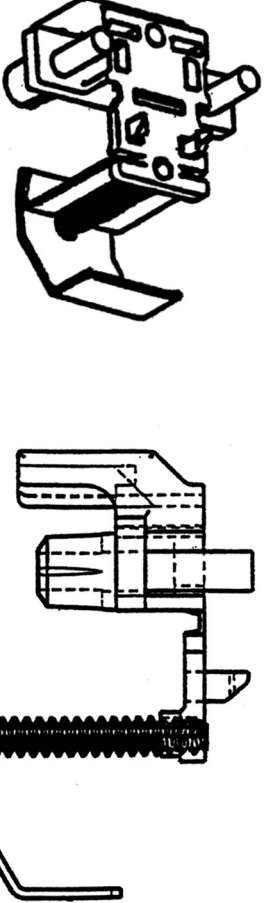

Fig. 2a
7. Insert clips into posts prior to installation. (See figure 2a and 2b)
7. Insérez les attaches de fixation dans les montants avant l'installation. (Voir les figures 2a et 2b)